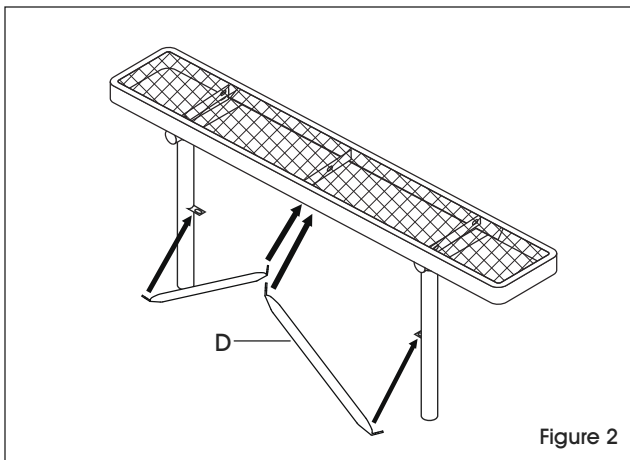

Figure 2
5. Loosely attach the leg braces (D) using one bolt, two washers and one nut in each hole. (See Figure 2)
5. Fixez lâchement les renforts de patte (D) à l'aide d'un boulon, de deux rondelles et d'un écrou. (Voir Figure 2)